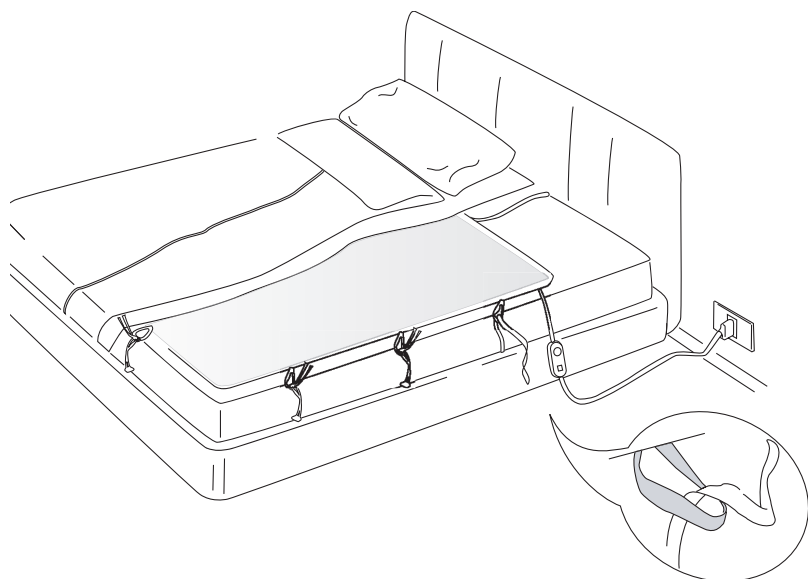

Fig. 2
- per scaldaletto COP410, COP710 sono presenti nastri da passare sotto al materasso e fissare sull'asola presente dall'altro lato dello scaldaletto (fig. 2).
- Adagiare il lenzuolo sopra lo scaldaletto e preparare il letto come di consueto (fig. 2).
- Durante l'uso non riporre il comando sotto al cuscino o sotto le coperte (fig. 2).